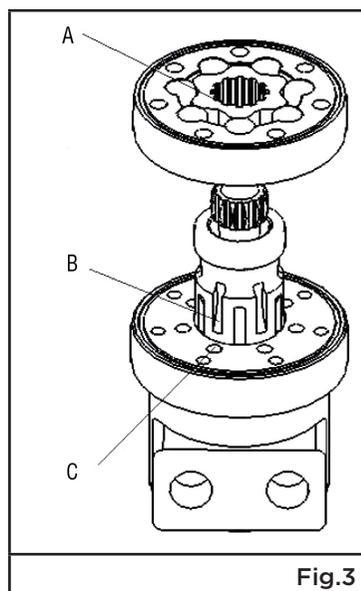

Fig.3
1. Marquez l'extrémité arrière de l'arbre afin d'identifier l'emplacement d'une fente de commutation (voir le point B à la fig. 3). Il sera important de connaître l'emplacement de cette fente plus tard afin de pouvoir régler la rotation de l'arbre.
10. Aligned la marque de la fente de commutation (B) avec l'orifice C du carter (voir la fig. 3).